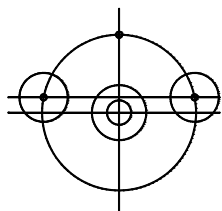

图 3-76 绘制圆
- 06 选择菜单【绘图】|【圆】命令，以辅助线和辅助圆交点为圆心，在左、右两侧分别绘制半径为 16 和直径为 4 的圆共 4 个，并在半径为 51 的辅助圆上象限点绘制直径为 4 的圆，如图 3-76 所示。